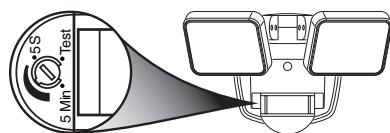

Figure 7
7. Tournez le commutateur de commande pour indiquer pendant combien de temps vous souhaitez que le luminaire fonctionne après qu'un mouvement a été détecté (réglable entre 5 secondes et 5 minutes) (voir la Figure 7).